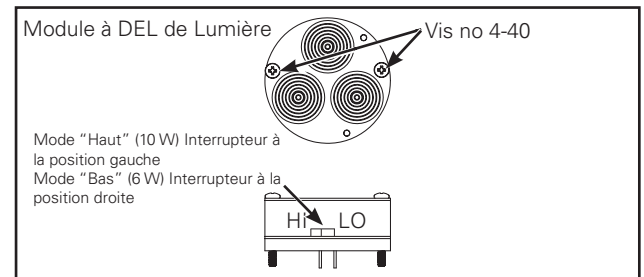

Figure 2.
- Module À DEL: Si une ampoule est déjà installée, assurez-vous qu'elle est refroidie avant de tenter de la retirer. Une fois que le luminaire est suffisamment refroidi, retirez les vis 4-40 et tirez sur le module. Ne le tournez pas. Retirez le module à DEL de Lumière neuf de la boîte et enlevez les écrous des vis 4-40. Alignez visuellement les trous de montage avec les trous filetés de la base du luminaire, et les connecteurs à deux broches avec les prises correspondantes de la base de la douille. Insérez doucement le module à DEL de Lumière neuf dans la base en vous assurant que les broches sont alignées avec la douille, puis poussez fermement sur le module à DEL jusqu'à ce qu'il soit bien en place. Insérez et serrez les vis 4-40 qui servent à fixer le puits de chaleur de la DEL à la base du luminaire. (Figure 2.)